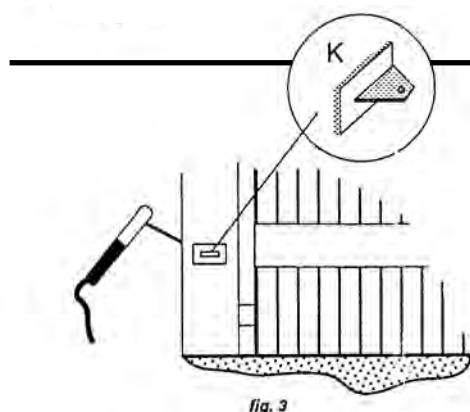

fig. 3
- ② SB senza sblocco (occorre impiegare sempre una elettroserratura)
- ③ N velocità normale (Mot. El. 900 giri)
- ④ R velocità rapida (Mot. El. 1400 giri)
- ⑤ 300 corsa media (L. max anta mm. 3000)
- ⑥ 400 corsa lunga (L. max anta mm. 4000)
- ⑦ 600 corsa extra lunga (L. max anta mm. 5000)
- Robuste staffe di fissaggio sono in dotazione (fig. 3).
- ② SB not self locking - an electric lock must be used to secure the gate in the closed position
- ③ N normal speed (El. Mot. SP 900 RPM)
- ④ R fast speed (El. Mot. SP 1400 RPM)
- ⑤ 300 medium stroke (max width of 3000 mm per wing)
- ⑥ 400 long stroke (max width of 4000 mm per wing)
- ⑦ 600 extra long stroke (max width of 5000 mm per wing)
- Sturdy fixing - support brackets (fig.3).
- ② SB sans blocage - une électroserrure doit être utilisée pour bloquer le portail en position de fermeture
- ③ N vitesse normale (Mot. El. 900 TM)
- ④ R vitesse rapide (Mot. El. 1400 TM)
- ⑤ 300 course moyenne (L. max vantail mm 3000)
- ⑥ 400 course longue (L. max vantail mm 4000)
- ⑦ 600 course extra longue (L. max vantail mm 5000)
- Les supports de fixation sont fournis (fig.3).
- ① CB • blokada na zamknięcie i otwarciu do skrzydeł o szer max 1800 mm - nie wymagany zamek elektryczny
- ② SB bez blokady (należy montować zamek elektryczny)
- ③ N prędkość normalna (motor elektr. 900 obrotów)
- ④ R prędkość przyspieszona (motor elektr. 1400 obrotów)
- ⑤ 300 półotwarcie (dl.max.skrzydła 3000 mm)
- ⑥ 400 długie otwarcie (dl.max.skrzydła 4000 mm)
- ⑦ 600 super długie otwarcie (dl.max.skrzydła 5000 mm)
- Grube strzemiona mocujące dołączone do zestawu (fig.3).